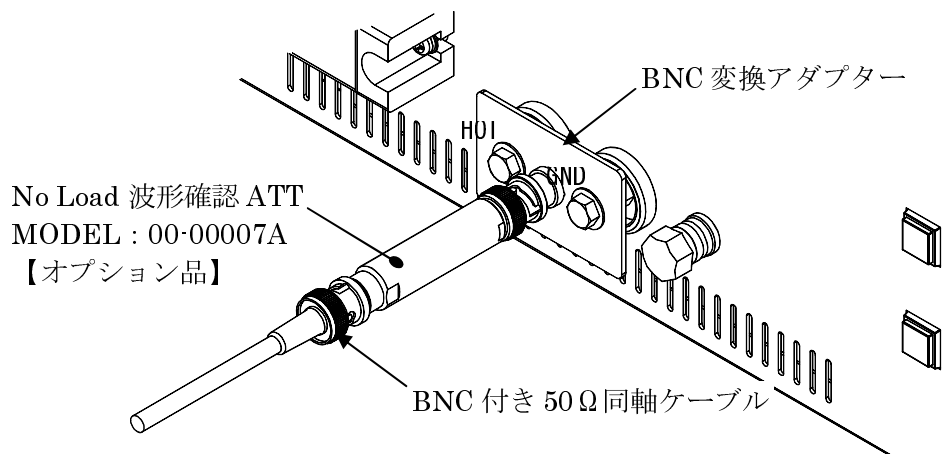

図14 No load 波形確認 ATT の接続
- 1) ISO 規格書の Annex D は、波形検証時に  $U_A=0V$  とすることを規定しています。従って、まず本器の“③DC 入力端子”の「+」と「-」を、添付品の“波形検証用ショートリード”で必ずショートしてください。(端子台カバーの紛失にご注意願います。)
- 2) “⑤, ⑥出力端子(HOT, GND)”に添付品の“BNC 変換アダプター”を差し込みます。“HOT”と“GND”を正しく接続しているか否かを確認してください。
- 3) オープン(No load)状態での検証には、先に 2) で差し込んだ“BNC 変換アダプター”にオプション品“No Load 波形確認 ATT (MODEL : 00-00007A)”を接続します。市販の電圧プローブを用いて観測した場合には、入力容量とグラウンドリードのインダクタンスの影響によって波形にリングングが発生するため、正確な値の確認が困難です。波形検証には、当社のオプション品“No Load 波形確認 ATT”を使用することを推奨します。この ATT の減衰比は 100:1 です。(図 14 参照)